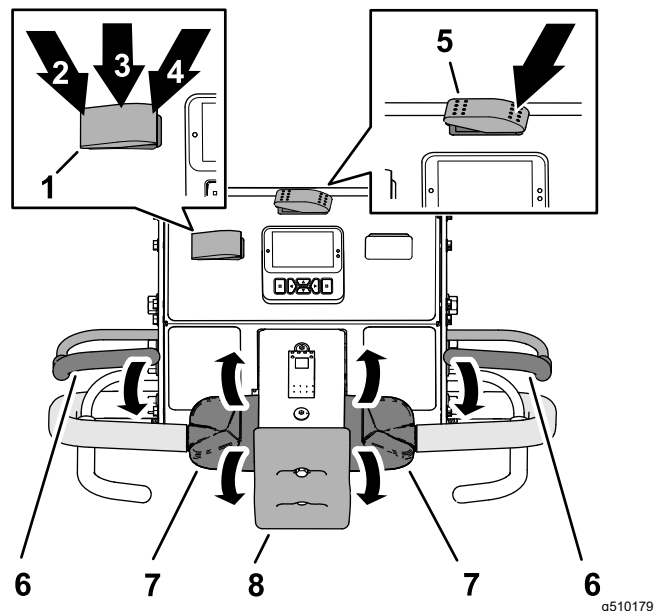

図 74
- 移動走行・エアレーション切り替えスイッチを移動走行位置にする 図 74。